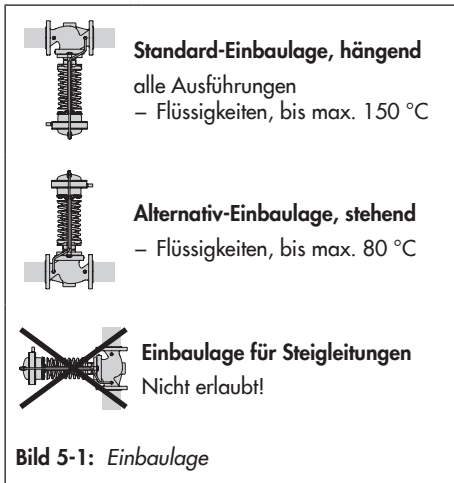

Bild 5-1: Einbaulage
- Antriebsgehäuse mit Sollwertfeder nach unten in waagrecht verlaufende Rohrleitungen einbauen, vgl. Bild 5-1.